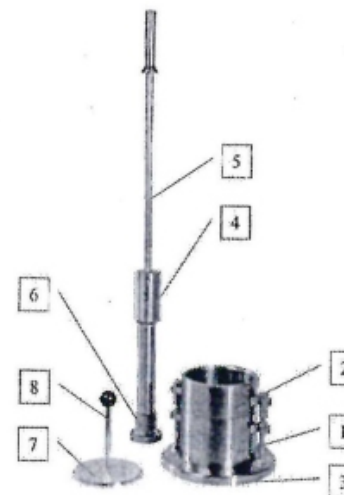

Рисунок 1.
1.1 Прибор УГП-И состоит из (рисунок 1):